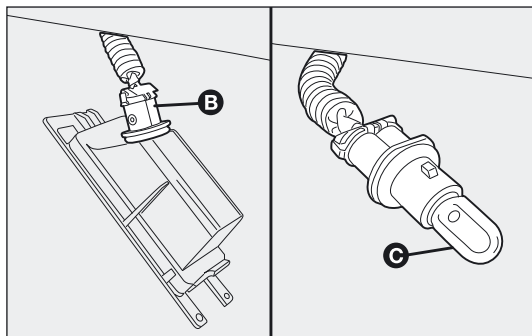

fig. 161
- ☐ draai de lamphouder B-fig. 161 linksom en verwijder de lamp C.